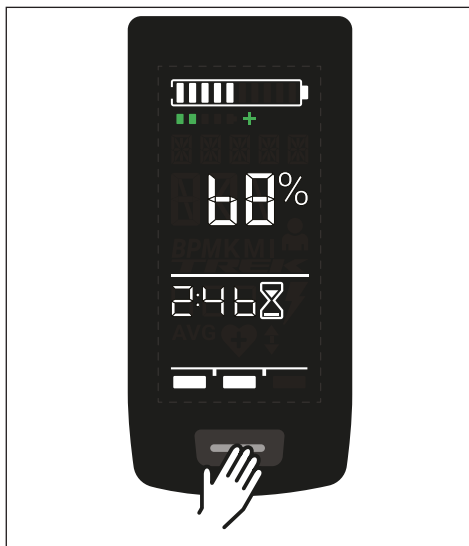

Abb. 3: Bedientaste am Display
- Schalten Sie die Drive Unit mit einem **kurzen** Druck auf die Bedientaste am Display (siehe Abb. 3) ein.
- Schalten Sie die Drive Unit mit einem **langen** Druck (>3 s) auf die Bedientaste am Display (siehe Abb. 3) aus.